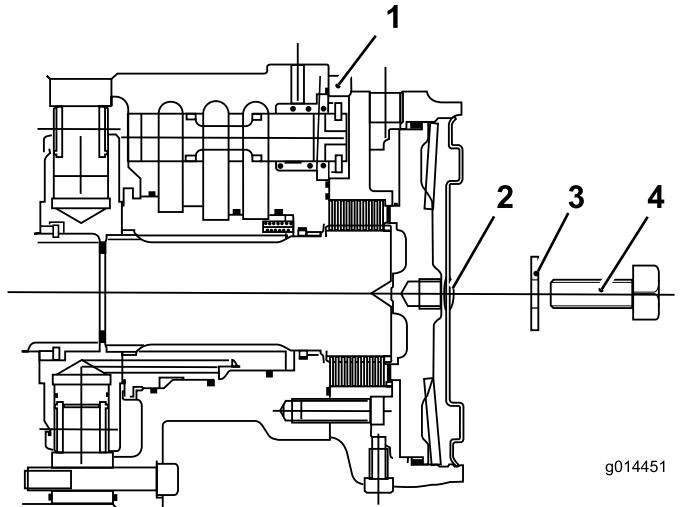

Bild 38
- Montieren Sie die Sechskantschraube an die Motorenendplatte (**Bild 38**).